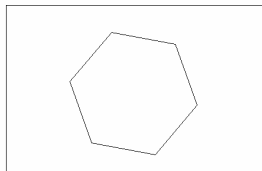

图 15-38 多边形
(1) 建立新文件，在平面视图中画一个多边形，如图 15-38 所示。